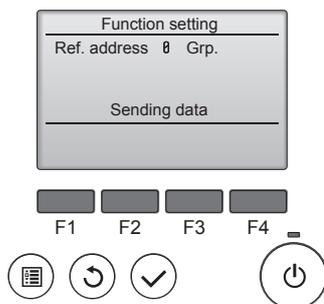

Fig. 6-15
- ⑤ (Fig. 6-15)
- ① Odlazak na način odabira funkcije